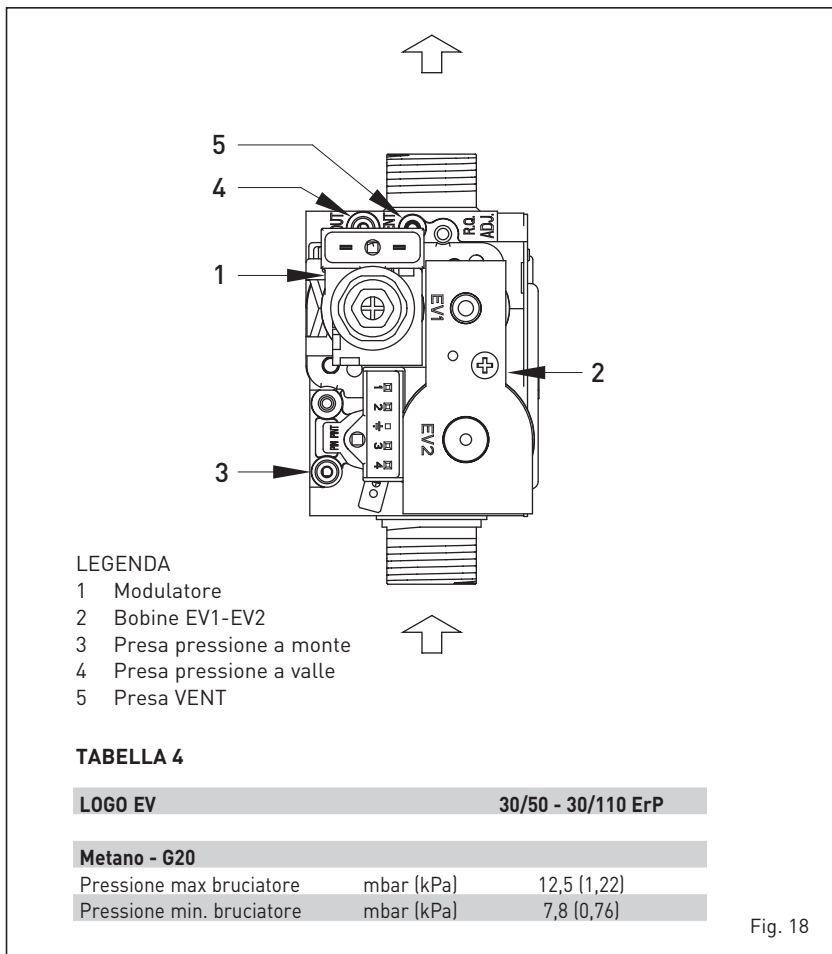

Fig. 18
4.1 VALVOLA GAS (fig. 18)
Tabella 4 (fig. 18).
- Tenere bloccato il dado (3) e girare la vite (2) per ricercare il valore della pressione minima indicata in **Tabella 4 (fig. 18)**.
- Rimettere il cappuccio in plastica (1) sul modulatore e sigillare il tutto eventualmente con goccia di colore.